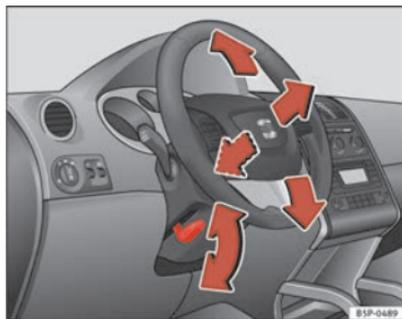

Fig. 134 Regulação da posição do volante
- Puxe para baixo a alavanca ⇒ fig. 134 situada por baixo da coluna da direcção ⇒ ⚠.